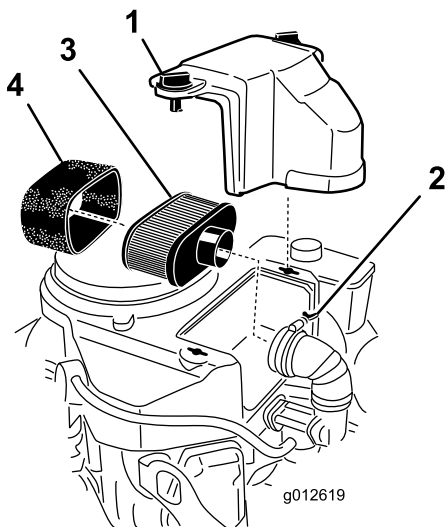

図 38
3. エアクリーナを外したときエンジン内部に異物が入らないよう、周辺をきれいに拭く(図 38)。
4. エアクリーナのカバーのノブのねじをゆるめてカバーを外す 図 38。
5. エアクリーナのホースクランプをゆるめてエアクリーナアセンブリを外す 図 38。
6. ペーパーエレメントからスポンジエレメントを注意深く取り外す(図 38)。
1. ペーパーエレメントを軽くたたいて、たまっているほこりを落とす。汚れがひどい場合には、新しいペーパーエレメントに交換する 図 38。
1. ペーパーエレメントに、注意深くスポンジエレメントを取り付ける 図 38。
2. エアクリーナのベースまたはホースにエアクリーナアセンブリを取り付けて固定する 図 38。
3. エアクリーナのカバーを取り付け、ノブを締め付けて固定する 図 38。